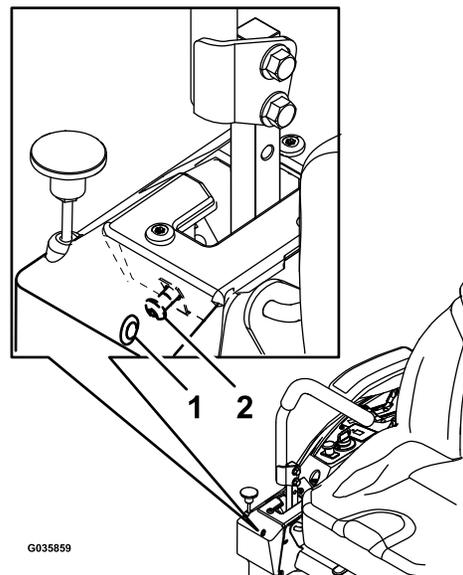

Рисунок 56
6. Якщо пристрій рухається праворуч, вставте шестигранний гайковий ключ розміром 3/16 дюйма через отвір доступу на правій передній панелі та обертайте гвинт у напрямку руху за годинниковою або проти годинникової стрілки для регулювання ходу важеля (Рисунок 56).
7. Якщо пристрій рухається праворуч, вставте шестигранний гайковий ключ розміром 3/16 дюйма через отвір доступу на лівій передній панелі та обертайте гвинт у напрямку руху за годинниковою або проти годинникової стрілки для регулювання ходу важеля (Рисунок 56).